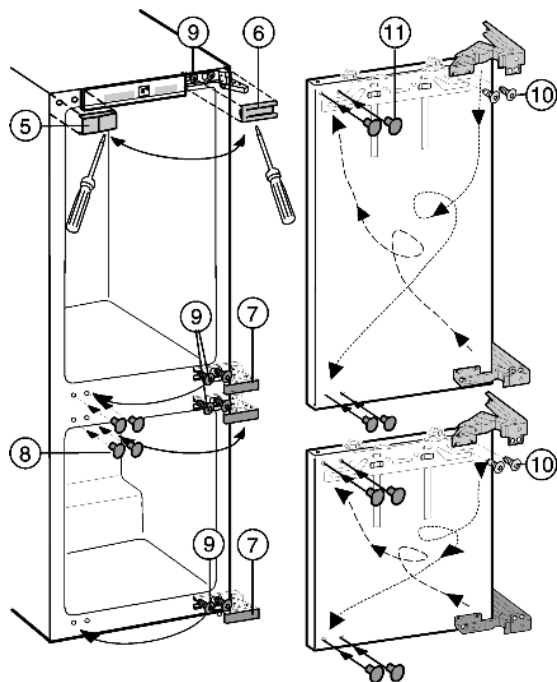

Fig. 4
- ▶ Desmonte hacia delante las cubiertas Fig. 4 (5,6,7,8) con un destornillador para tornillos de cabeza ranurada.
- ▶ Afloje únicamente los tornillos Fig. 4 (9) superiores e inferiores del cuerpo del aparato.
- ▶ Atornille ligeramente los tornillos Fig. 4 (9) que va a reinstalar en el lado opuesto.
- ▶ Retire los tornillos Fig. 4 (10) y dé la vuelta a la bisagra en diagonal.
Los tornillos Fig. 4 (10) son autocortantes: Utilice un destornillador a pilas.
- ▶ Cierre los orificios de sujeción abiertos con Fig. 4 (11) tapones.
- ▶ Enganche las puertas en los tornillos Fig. 4 (9) previamente montados y apriete firmemente los tornillos.
- ▶ Vuelva a montar todas las cubiertas Fig. 4 (5,6,7,8).